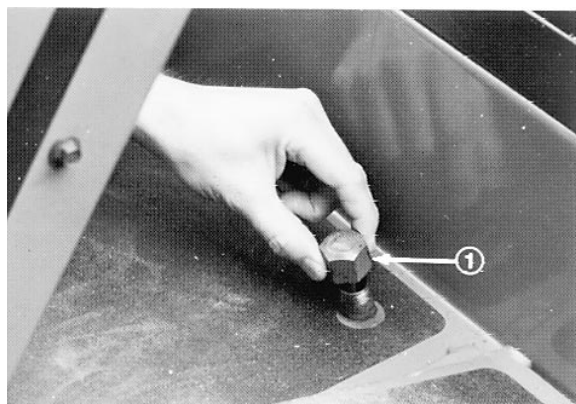

Fig. 5
2. Fjern målepindsdækslet (Fig. 5) fra påfyldningsrøret, og tør det af med en ren klud. Skru målepindsdækslet fingerstramt på påfyldningsrøret; det tages så og væskestanden kontrolleres. Hvis væsken ikke er mindre end
13 mm fra rillen i målepinden (Fig. 5), skal der påfyldes SAE 10W-30 motorolie på, eller hvis der anvendes automatisk transmissionsvæske, skal denne fyldes på for at løfte standen til rillemærket. Fyld ikke for meget på.